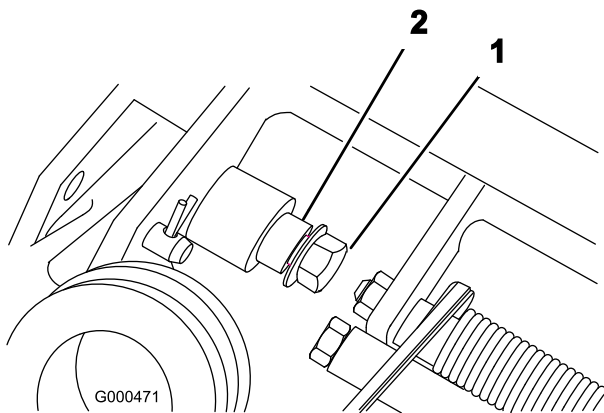

Figura 8
1. Retire la contratuerca de arandela prensada del perno y del bulón en cada lado del cortacésped (Figura 8).